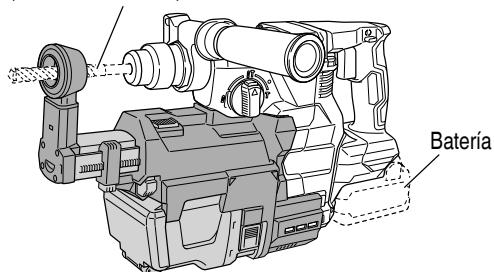

Fig. 2
- Durante la instalación, desinstalación o ajuste del sistema extractor de polvo, a fin de evitar un accidente poco probable, asegúrese de desactivar el interruptor de la herramienta y, a continuación, retire la batería y la broca de la herramienta. (Fig. 2)